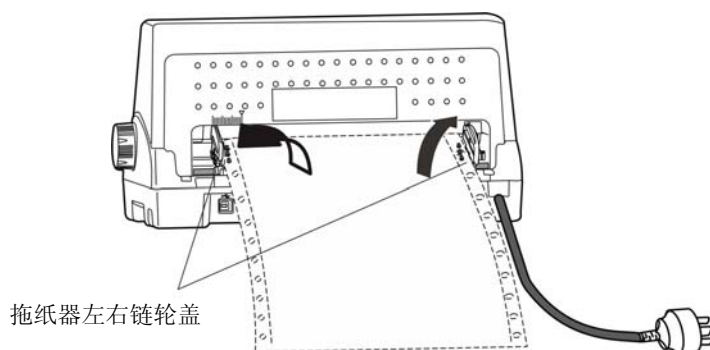

图 3-8 将连续纸安装在拖纸器上
4. 打开拖纸器左右链轮的链轮盖，将纸装入拖纸齿形带上（如图 3-8 所示）。